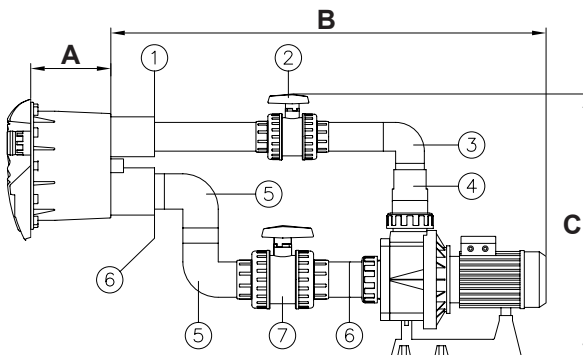

Fig. 6
- Verbinden Sie die Reduzierhülse von 75x63 mm (Nr.1, Fig.6) im Anschluß für den Antrieb des Gehäuses (siehe Fig. 6).
- Verbinden Sie ein Rohr  $\varnothing$  63mm (\*) mit der Reduzierhülse (Nr.1, Fig. 6).
- Verbinden Sie das Ventil  $\varnothing$  63mm (Nr.2, Fig. 6) mit dem Rohr  $\varnothing$  63mm (\*).
- Verbinden Sie das Rohr  $\varnothing$  63mm (\*) mit dem Ventil  $\varnothing$  63mm (Nr.2, Fig. 6).
- Verbinden Sie den Rohrkrümmer  $\varnothing$ 63mm (Nr.3, Fig. 6) mit dem Rohr  $\varnothing$ 63 mm (\*).
- Verbinden Sie das Rohr  $\varnothing$  63mm (\*) mit dem Rohrkrümmer (Nr.3, Fig.6).
- Verbinden Sie die konische Reduzierung von 90/75/63 mm (Nr.4, Fig. 6) mit dem Rohr  $\varnothing$  63mm (\*) und mit der Rohrverschraubung der Pumpe  $\varnothing$  90mm.
- Verbinden Sie die Reduzierhülse von 75x63 mm (Nr.6, Fig.6) im Anschluß für die Ansaugung des Gehäuses (siehe Fig. 6).
- Benutzen Sie ein Rohr von  $\varnothing$  75mm (\*) und schließen Sie damit einen Rohrkrümmer  $\varnothing$  75mm (Nr.5, Fig.6) an die Reduzierhülse (Nr.6, Fig.6) an.
- Mit einem Rohr von  $\varnothing$  75mm (\*) vereinen wir nun den anderen Rohrkrümmer von  $\varnothing$ 75mm (Nr.5, Fig.6) mit dem schon verleimten Rohrkrümmer (siehe Fig. 6).
- Verbinden Sie das Ventil  $\varnothing$ 75mm (Nr.7, Fig.6) mit dem Rohrkrümmer (Nr.5, Fig.6), indem Sie für den Anschluß ein Rohr von  $\varnothing$  75mm (\*) benutzen.
- Verbinden Sie ein Rohr  $\varnothing$  75mm (\*) mit dem Ventil (Nr.7, Fig. 6).
- Verbinden Sie eine Reduzierhülse von 90x75 mm (Nr.6, Fig.6) mit dem Rohr  $\varnothing$  75mm (\*) und mit der Rohrverschraubung der Pumpe  $\varnothing$  90mm.